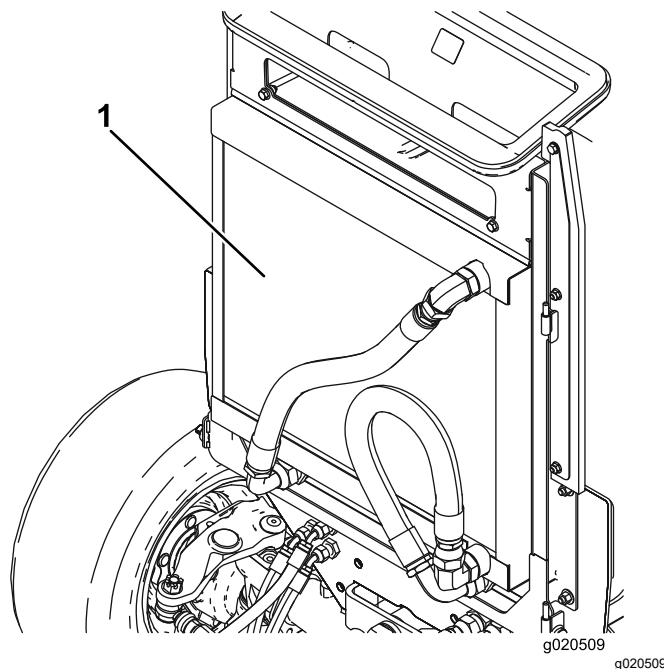

Figura 71
2. Pulite accuratamente entrambi i lati dell'area del radiatore/refrigeratore dell'olio (Figura 71) utilizzando aria compressa. Iniziate dal lato anteriore ed eliminate i detriti spingendoli verso la parte posteriore. Successivamente eseguite la pulizia partendo dalla parte posteriore e soffiando l'aria verso la parte anteriore. Ripetete la procedura più volte fino a rimuovere completamente sporcizia e detriti.